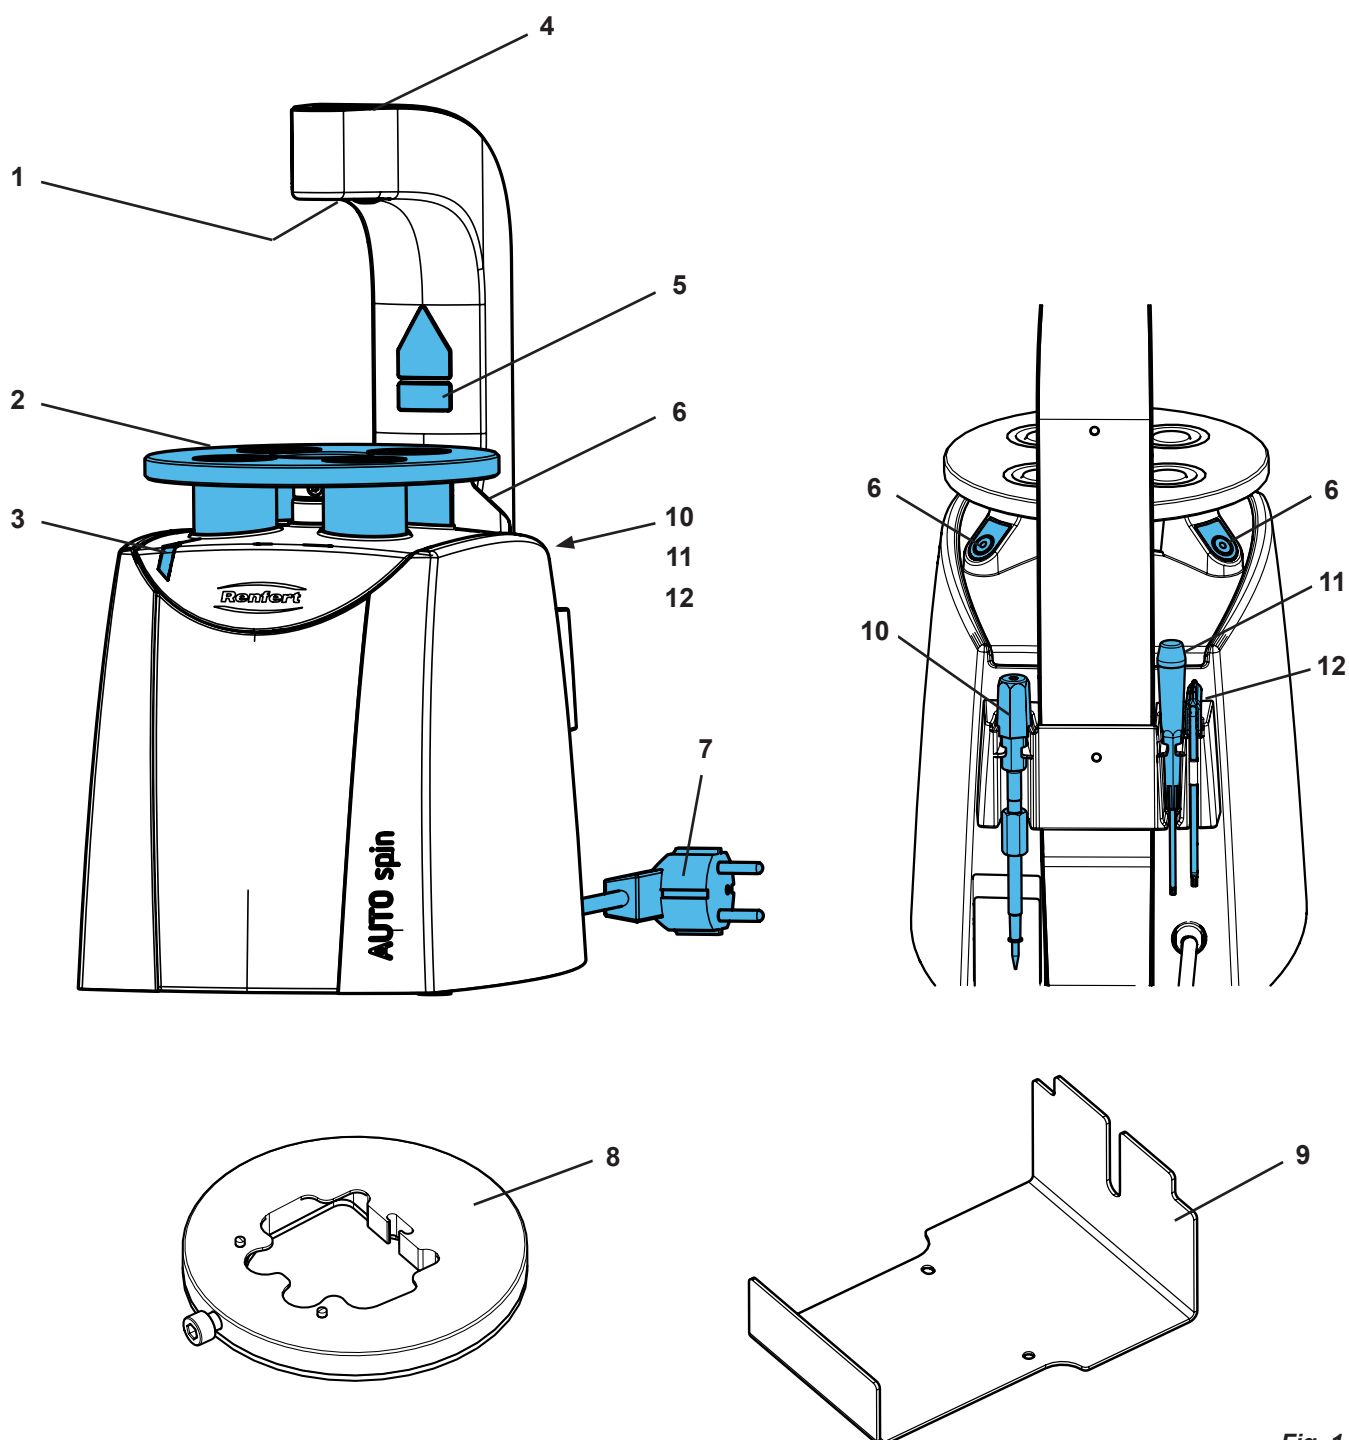

Fig. 1
- ⇒ Détacher l'autocollant d'avertissement laser dans la langue locale du support d'autocollants et le coller sur l'avertissement existant (5, Fig. 1).
- ♦ l'indicateur d'état de fonctionnement (3, Fig. 1) clignote.
- ⇒ Appuyer sur les deux touches de commande (6, Fig. 1) et les maintenir enfoncées.
◆ L'indicateur d'état de fonctionnement (3, Fig. 1) s'allume.
◆ Le laser de visée (1, Fig. 1) s'allume.
⇒ Pour déclencher le processus de forage, appuyer simultanément sur les deux touches de commande (6, Fig. 1).